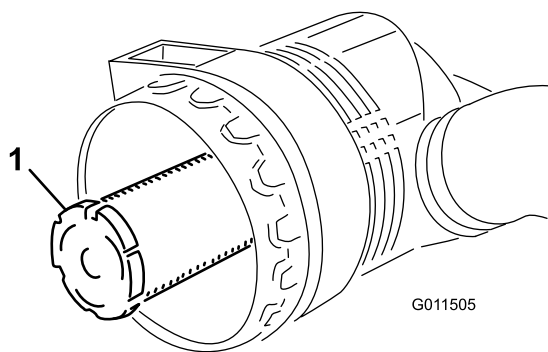

Figura 71
**Importante:** Nunca tente limpar o filtro de segurança (Figura 71). Substitua o filtro de segurança após três operações de manutenção do filtro primário.